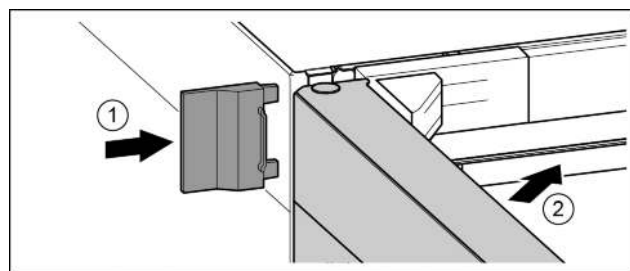

Fig. 25
- Надвинуть внешнюю крышку. Fig. 25 (1)
- Закройте верхнюю дверь. Fig. 25 (2)